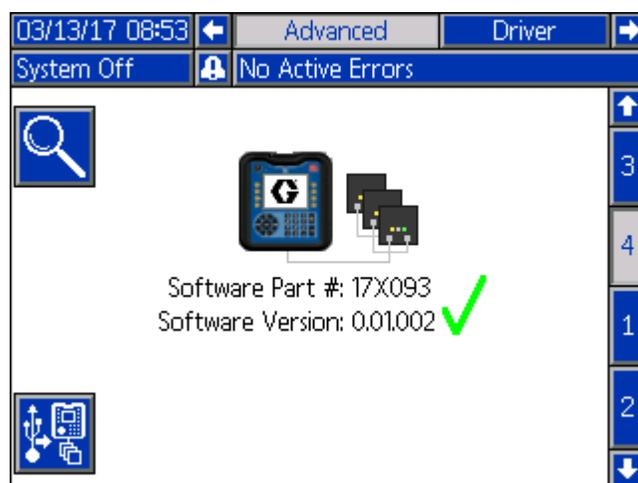

FIG. 4 : Écran du logiciel du système
l'icône de mise à jour du logiciel  à l'écran du logiciel du système. Voir **Figure 4**.
Appuyez sur la flèche de direction vers le haut (D) pour accéder à l'écran du logiciel du système (4) comme indiqué à la **Figure 4**. Vous pouvez ainsi consulter la version et le numéro de référence du logiciel du système.